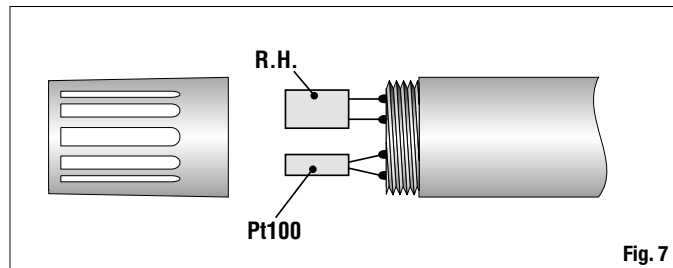

Fig. 7
3. Dessouder le capteur Pt100 (le plus étroit des deux) et souder à sa place des fils de sortie d'un simulateur Pt100 ou une résistance de exactitude conformément aux figures 7 et 8. Attendre ensuite quelques minutes que la soudure se refroidisse.